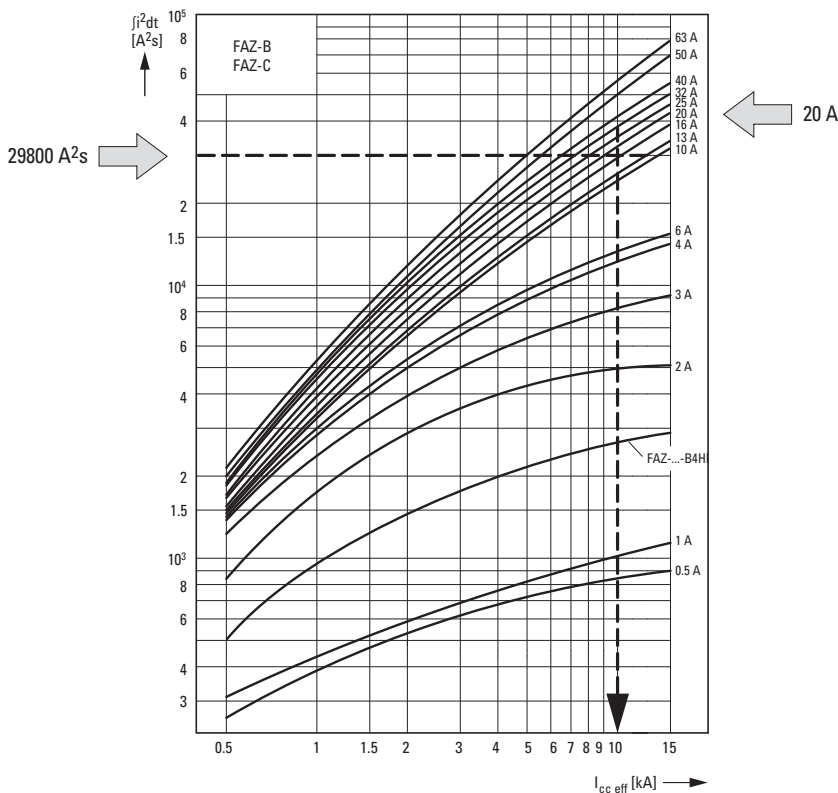

Figure 12 :Protection des lignes par FAZ-3-B20
- Le niveau de court-circuit $I_{cc \text{ eff}}$ au point d'installation ne doit donc pas dépasser 10 kA (→ a courbe de la figure 12).